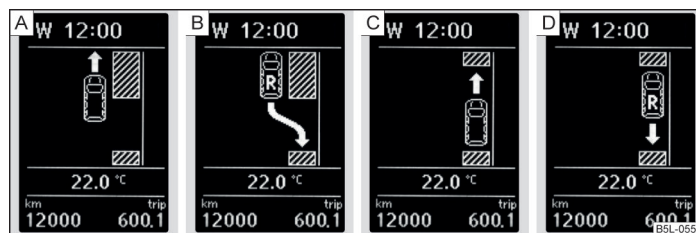

Fig. 123 Visualización en pantalla
Cuando el sistema ha reconocido una plaza de aparcamiento adecuada, esta se muestra en la pantalla » fig. 123 - **A**.
- Avance hasta que se reproduzca el aviso en la pantalla » fig. 123 - [B].
- Si en la pantalla parpadea la flecha hacia delante » fig. 123 - [C], ponga la primera marcha o coloque la palanca selectora en la posición D.
- Si en la pantalla parpadea la flecha hacia atrás » fig. 123 - [D], conecte nuevamente la marcha atrás o coloque la palanca selectora en la posición R.